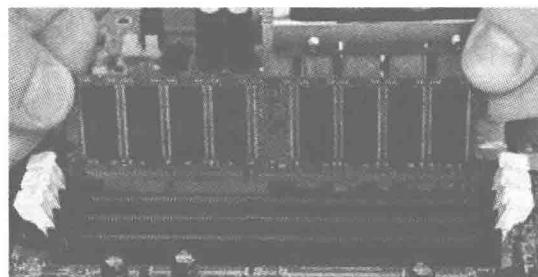

图1.20 安装内存
(3) 安装内存。扳开插槽两侧卡子，对照内存条金手指的缺口与插槽上的凸起，确认内存条的插入方向。安装时把内存条对准插槽，均匀用力插到底即可，插槽两端的卡子会自动卡住内存条。注意：虽然安装简单，但不要大意，要小心不要太用力，以免折断或挤压针脚，如图1.20所示。